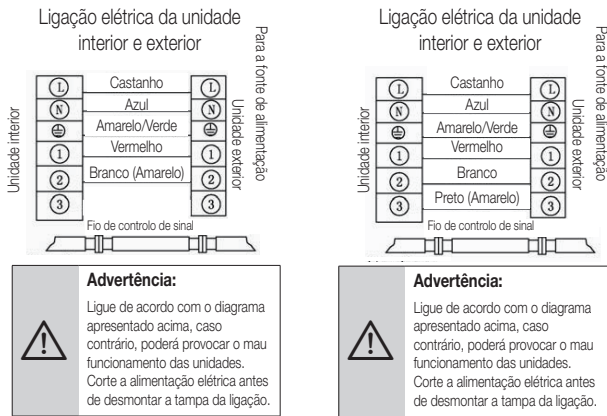

Fig. 14
- Ligue os fios elétricos e o fio de controlo de sinal separadamente aos terminais correspondentes. (Na Fig. 14, escolha o diagrama de cablagem correspondente ao diagrama de cablagem da unidade.)
- Ligue os fios de ligação da unidade separadamente aos terminais correspondentes. (Fig.14)